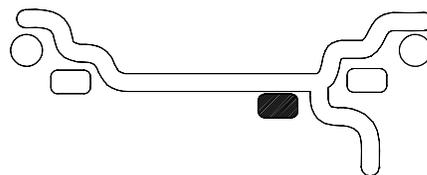

Figure 16
B. STATIQUE (plan simple - Figure 16). Suggéré pour les jantes étroites (3" ou moins). Utiliser un poids de correction simple placé au centre de la jante de la façon indiquée à la Figure 16.